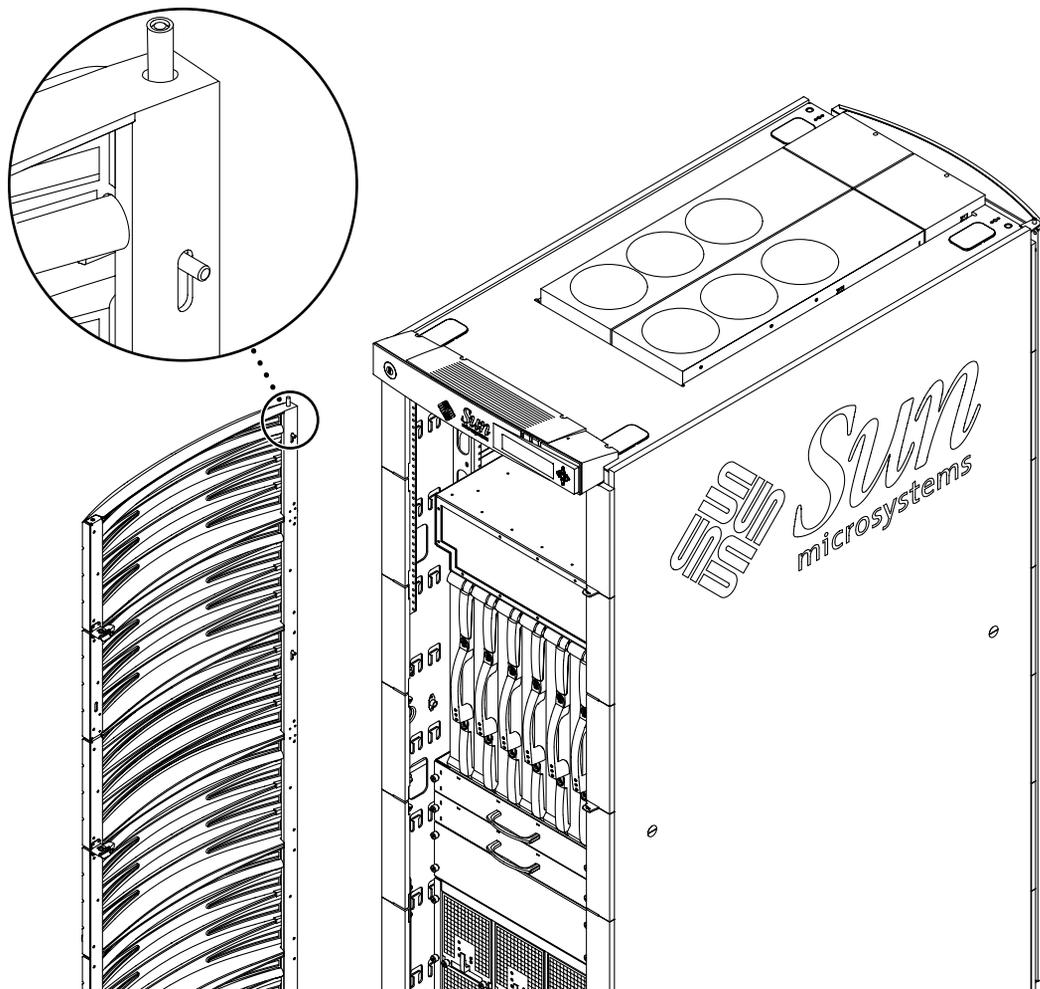

図 11-1 ドアを取り外し — Sun Fire E6900 システム
3. ドアパネルを持ち上げてフックを外し、正面および背面のドアを取り外します (図 11-1)。